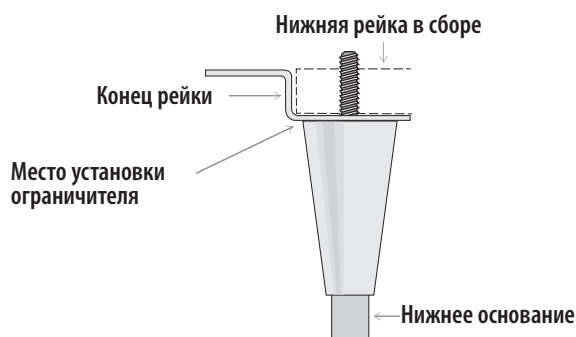

Рис. 4. Схема ножки для выравнивания.
3. Ввинтите ножки для выравнивания в рейку рамы или нижнюю часть устройства. См. рис. 4 и 5.
5. Если устройство не выровнено, осторожно поднимите нижний конец устройства и поддерживайте его. Затем при помощи разводного гаечного ключа ввинтите или вывинтите нижние основания ножек, чтобы выровнять устройство и установить его на опору. См. рис. 4 и 6.